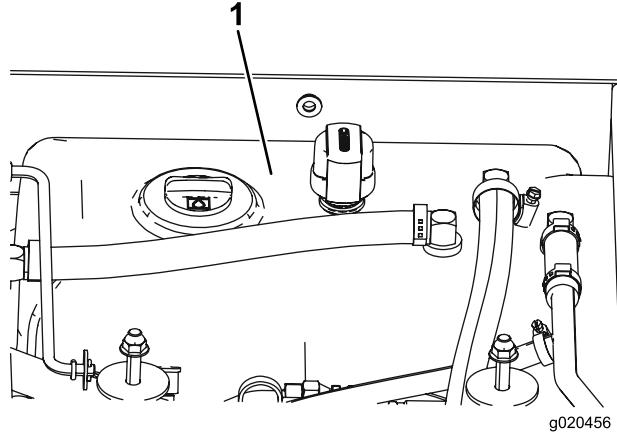

Figura 68
- Encha o reservatório (Figura 68) com fluido hidráulico; consulte “Verificação e adição do fluido hidráulico”.